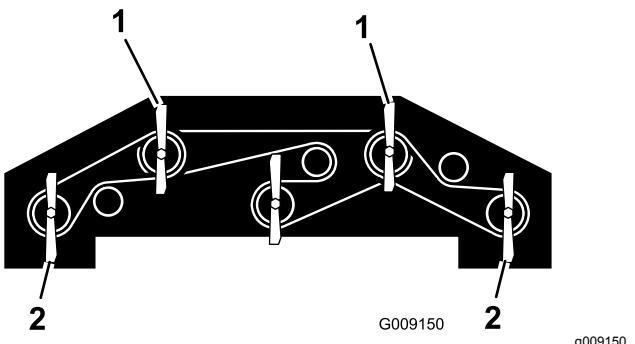

Рисунок 136
- Поверните каждый нож так, чтобы он был направлен прямо вперед (Рисунок 136).